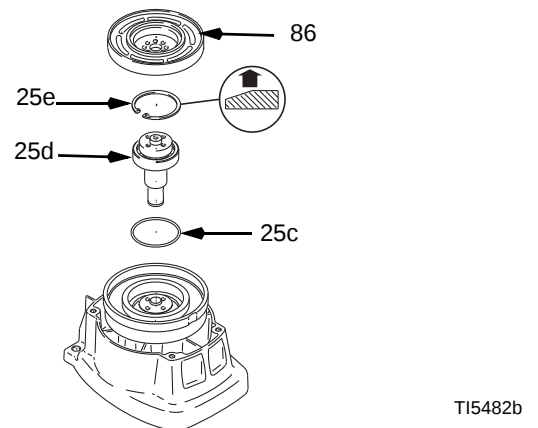

FIG. 6
7. FIG. 6. Retire o anel retentor (25e).
6. FIG. 6. Verifique o O-ring (25c) e substitua-o se este estiver danificado ou em falta.